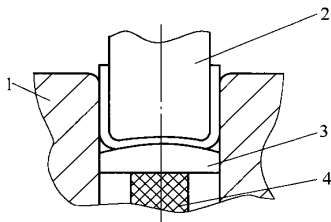

图 3
(3) 对于弯曲精度有要求, 回弹值较大的零件, 可采用图 3 所示的结构。U 形件弯曲, 可用改变背压(顶板压力)的方法改变回弹角。背压加大, 工件角部产生的正回弹大于底部正向凸起校平后产生的负回弹, 从而回弹角加大。背压减小而又作最后底部校平时会产生负回弹, 适当调整背压值, 可使底部产生的负回弹和角部产生的正回弹互相补偿。图 3 结构中, 工件弯曲时, 就可以预先将底部压出反向凸起的弧形。当工件从凹模取出后, 由于弧面部分回弹伸直面使两侧产生负回弹, 从而补偿了圆角部分的正回弹。